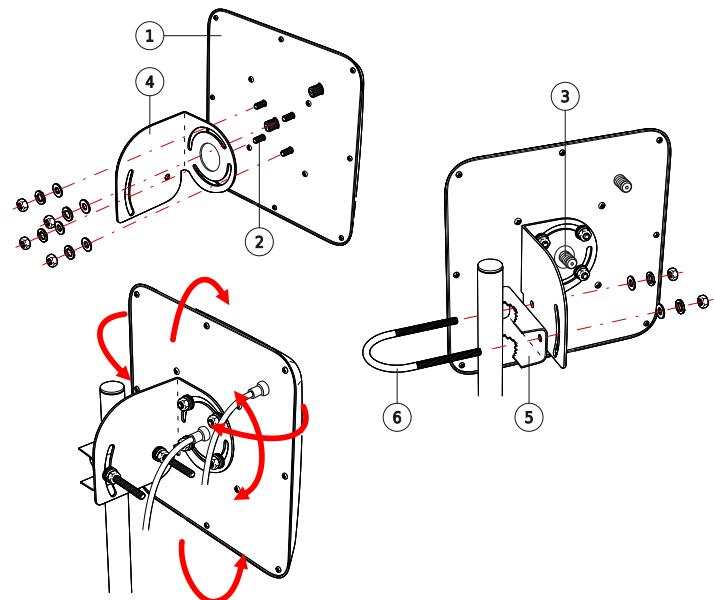

Рисунок 3. Узлы антенны и сборка «Connect Street Direct 3G/4G»
- 4.1 Закрепите Г-образную скобу (см. рис.3 позиция 4) на корпусе антенны (см. рис.3 позиция 1) с помощью входящих в комплект крепежа гаек и шайб. При этом совместите прорези в скобе и крепежные шпильки (см. рис.3 позиция 2) таким образом, чтобы метка линии горизонта на наклейке для используемого стандарта связи совпадала с фактической линией горизонта (см. рис.2)